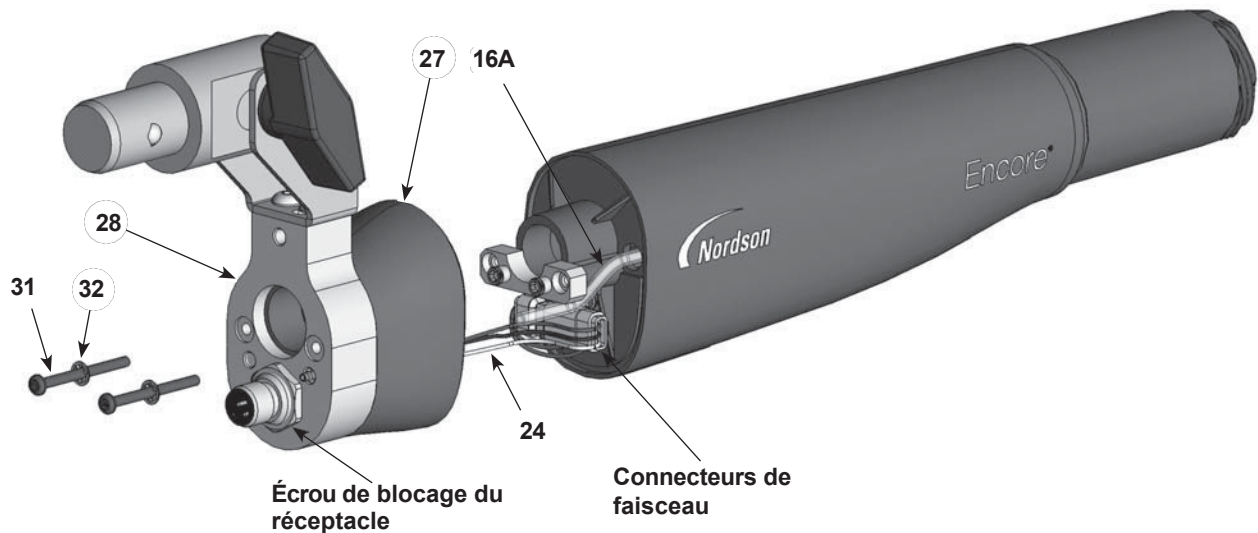

Figure 7-2 Démontage de l'embout du pistolet- Remplacement du tube de poudre
3. Voir la figure 7-2. Dévissez et retirez les deux vis à tête creuse (31) et les rondelles frein à denture interne (32) de l'embout (28).
- c. Voir la figure 7-2. Dévissez l'écrou de blocage du réceptacle, puis retirez le réceptacle et le faisceau du capuchon d'extrémité.
17. Voir la figure 7-2. Installez le capuchon d'extrémité et l'ensemble du corps arrière du pistolet sur le corps du pistolet, en veillant à ne pas pincer les fils du faisceau.